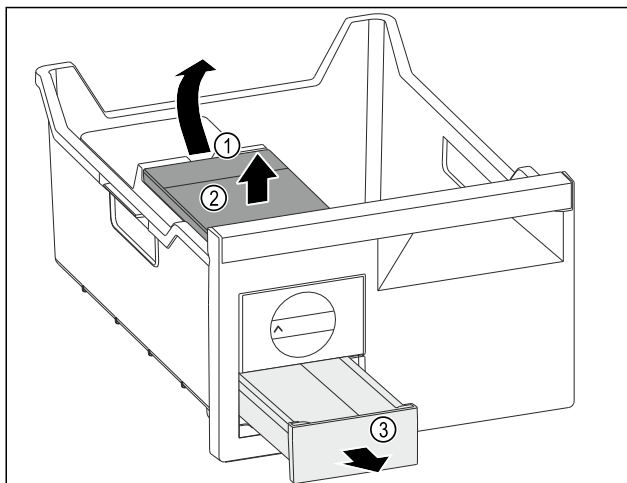

Fig. 119
- Вийняти бак для води: підняти бак для води за заглиблення Fig. 119 (1).
- Вийняти бак для води Fig. 119 (2) рухом вгору.
- Вийняти висувний ящик для кубиків льоду Fig. 119 (3) рухом вперед.